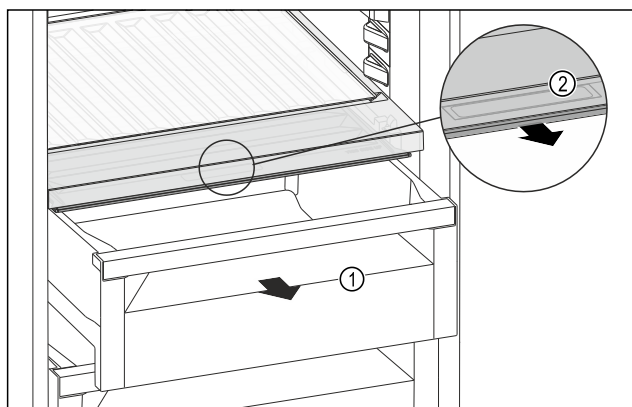

Fig. 116
- ▶ Wyciągnąć szufladę Fig. 116 (1).
- ▶ Chwycić uchwyt wpuszczany Fig. 116 (2) na pokrywie komory i pociągnąć pokrywę jednocześnie do przodu.